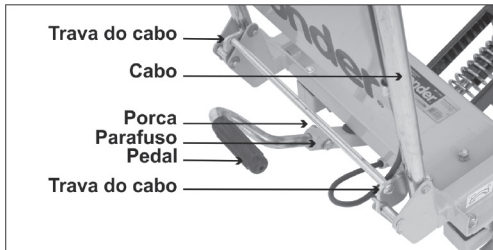

Fig. 3 – Travamento do cabo e montagem do pedal
- Posicione o cabo na vertical e fixe apropriadamente abaixando a trava, ver fig.3.
- Monte o pedal de acionamento colocando o parafuso e apertando a porca, ver fig.3.